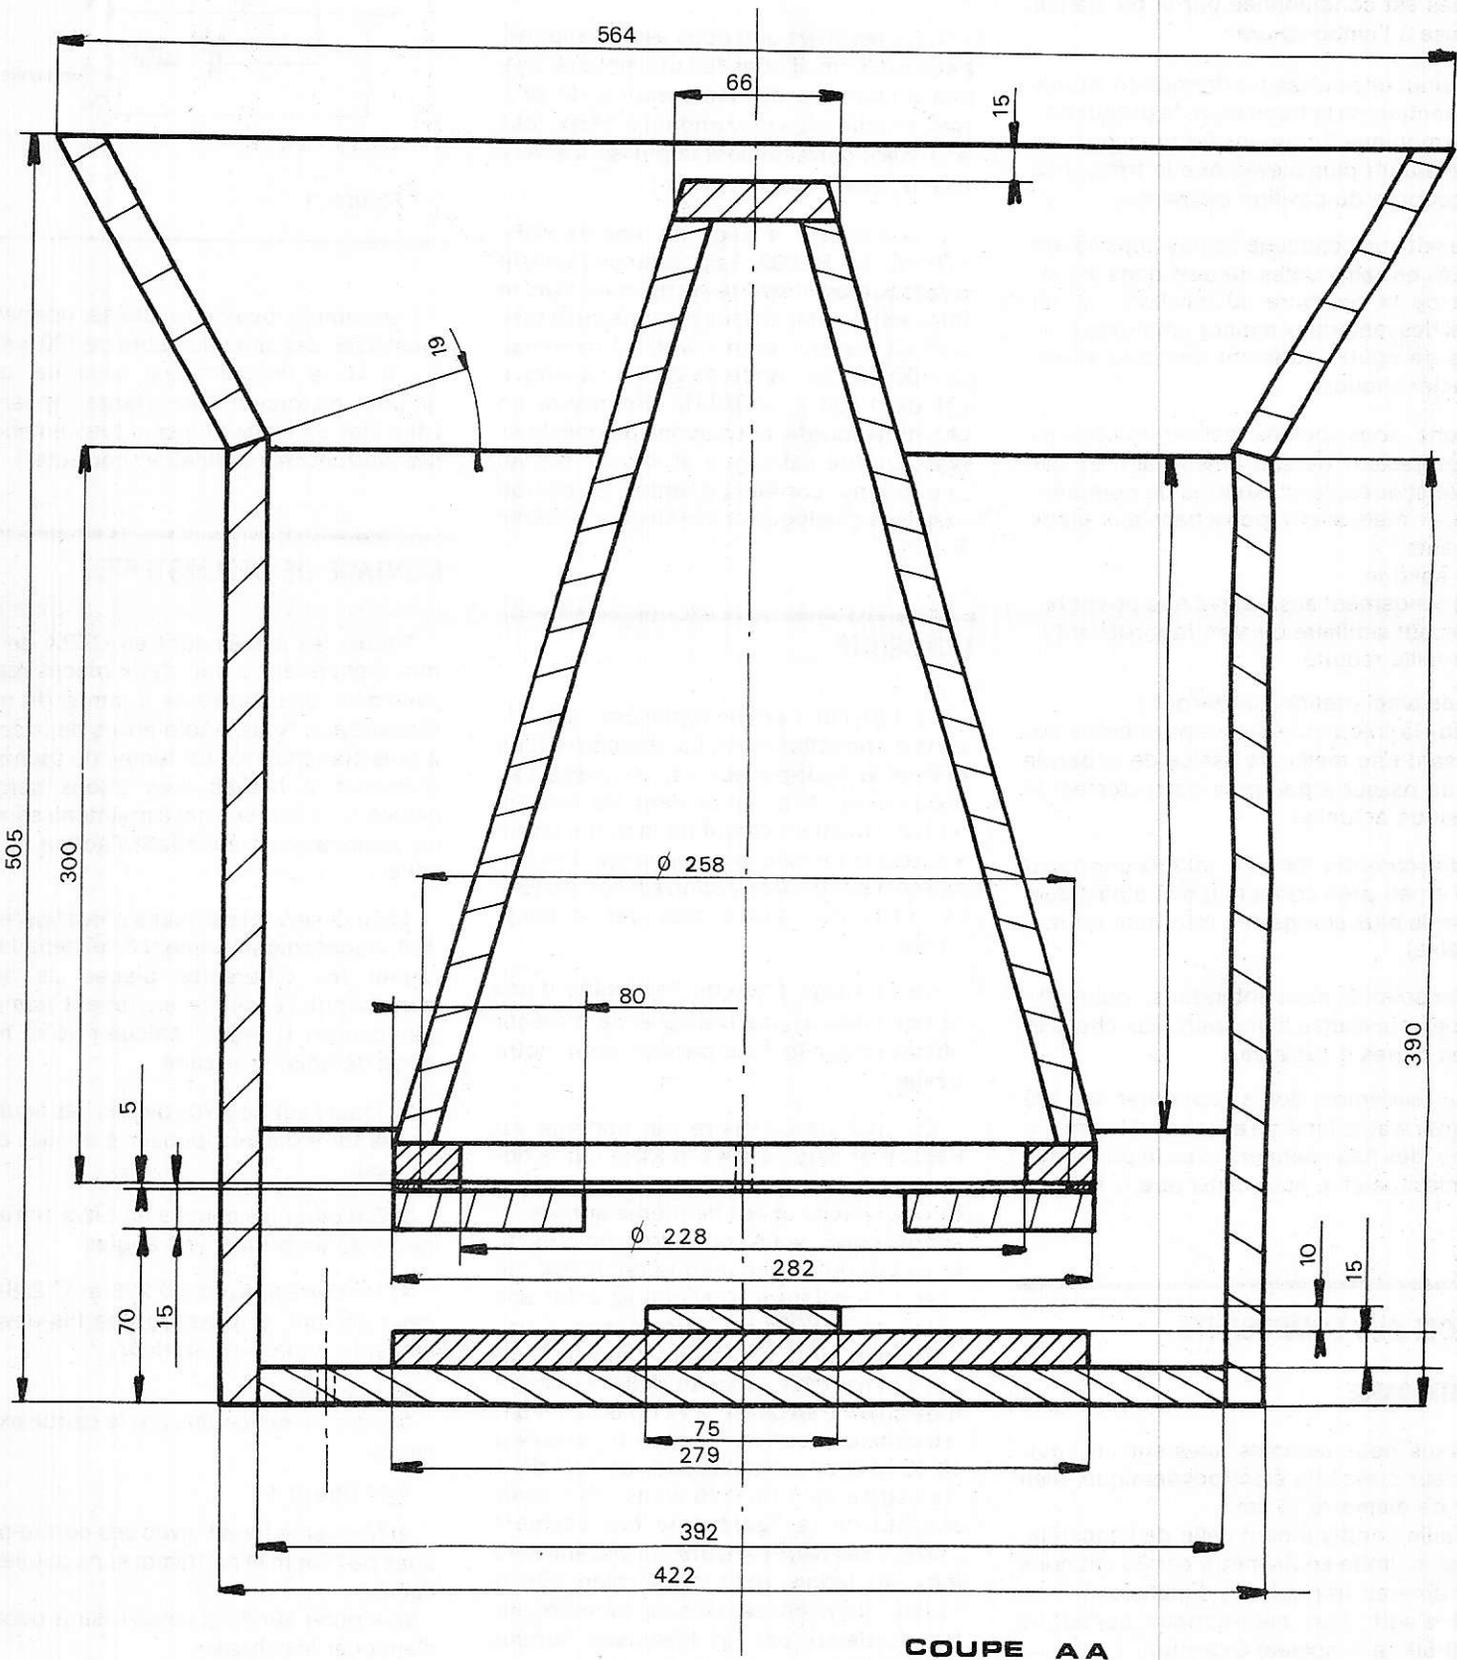

Figure 2
1) En se servant des plans cotés **figures 2 et 3**, tracer soigneusement à l'échelle 1 sur papier les différentes pièces de bois constituant l'enceinte en tenant compte des coupes d'angles, calculer votre métrage de bois nécessaire.